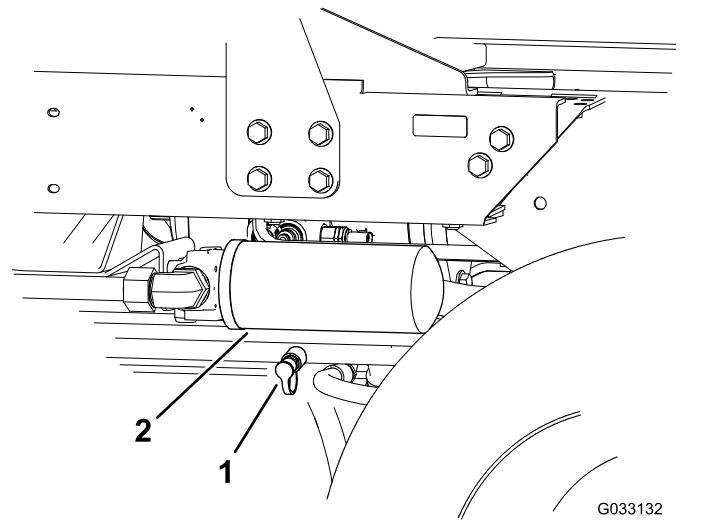

図 43
2. 後部走行マニホルドに取り付けた故障診断用フィッティングと後退走行油圧テストポートとを油圧ホースでつなぐ 図 43。